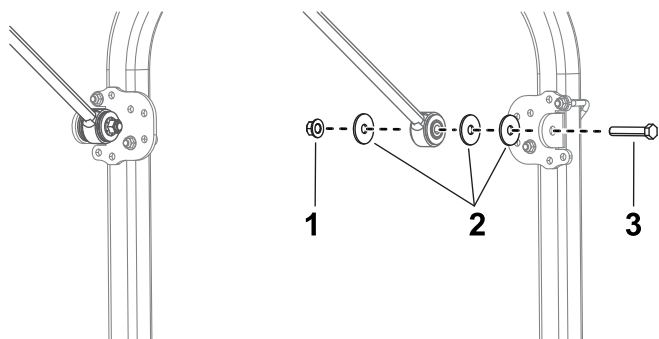

Рисунок 12
11. С каждой стороны машины прикрепите, не затягивая, кронштейн подпорки к каждой подпорке с помощью болта (½ x 2¾ дюйма), 3 больших шайб и фланцевой гайки (½ дюйма), как показано на Рисунок 12